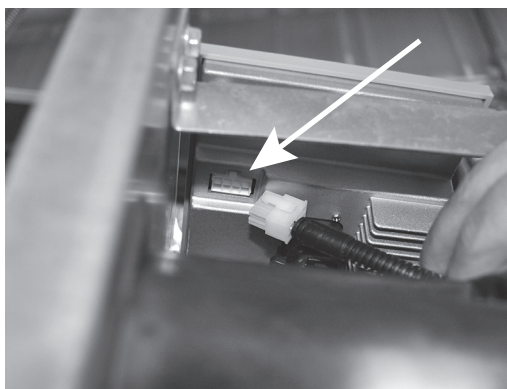

Figure 3-15. Câblage installé sur le régulateur
19. Pour les régulateurs Nexus ou Sync, trouvez le port qui se trouve sous le régulateur. Il est possible qu'il soit recouvert d'un autocollant. Le cas échéant, retirez l'autocollant et installez le câblage. Figure 3-15.